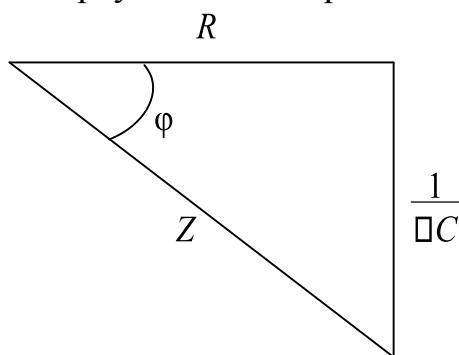

*Рис.3*
В соответствии с уравнением (3) на рис. 3 построена векторная диаграмма, в которой начальная фаза тока  $\psi_i$  для простоты построения принята равной нулю.
Угол сдвига фаз  $\phi$  между током и напряжением отрицательный и соответствует емкостному характеру цепи. Из векторной диаграммы напряжений рис. 3 сокращая значения векторов напряжений на величину  $I$ , получим треугольник сопротивлений рис. 4.